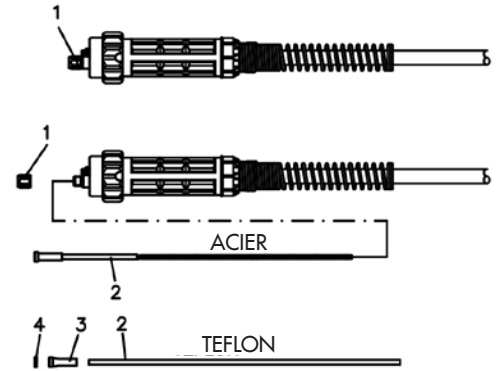

Figure 6
- Placez-le sur une surface plane et retirez soigneusement l'écrou en laiton (Fig. 6) (1).
- Installez le nouveau guide-fil et fixez l'écrou en laiton (Fig. 6) (1) à nouveau. Si vous remplacez un guide-fil en Teflon, suivez ces instructions :
- Installez le nouveau guide-fil puis le collet (3).
- Insérez le joint torique (4) sur le collet du guide-fil (4) et remplacez l'écrou en laiton (1).